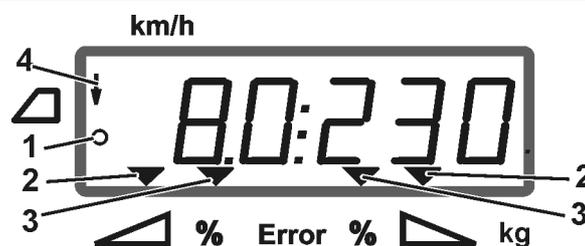

Fig. 6
- o **AMADOS+** recebe os impulsos para o cálculo da distância (Fig. 6/1),
- as correções de fecho estão abertas (Fig. 6/2).
- A dispersão em bordadura é indicada no display através de uma seta (Fig. 6/4).
- No display de trabalho, os símbolos triangulares (Fig. 6/3) apontam para uma alteração da quantidade dispersada.